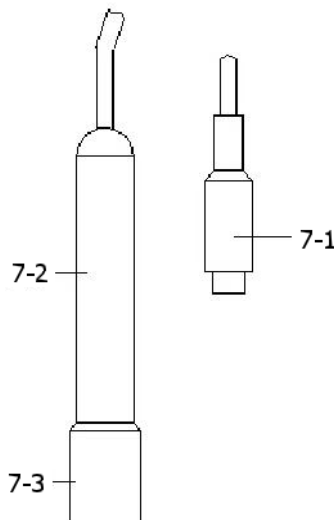

Fig. 4
- 1) Préparez la sonde de conductivité (optionnelle, CDPB-03), installez la "Prise de la sonde" (7-1, Fig. 4) dans le connecteur "CD" (3-15, Fig. 1).
- 3) Tenez le "Manche de la sonde" (7-2, Fig. 4) d'une main et introduisez totalement la "tête du capteur" (7-3, Fig. 4) dans la solution de mesure. Bougez la sonde et laissez que la bulle d'air interne sorte de la tête du capteur.